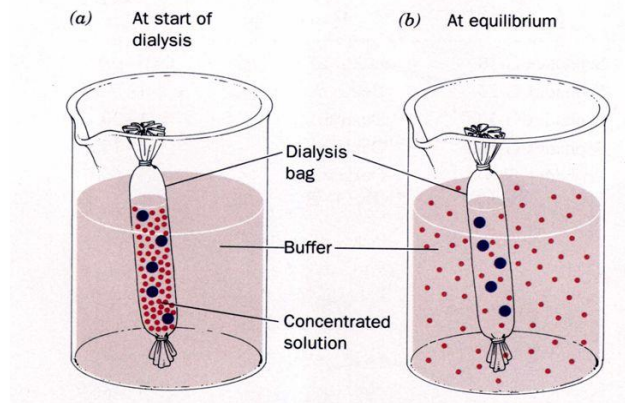

Figure 1
- Tout d'abord, les molécules diffusibles vont traverser la membrane selon le gradient de concentration. Il y aura donc un déplacement net des molécules du côté le plus concentré vers le côté le moins concentré. Chaque espèce chimique en solution subit individuellement ce processus. (Voir figure 1)
La distinction entre dialyse, ultrafiltration et osmose inverse, qui toutes les trois reposent sur l'utilisation d'une membrane et conduisent à la séparation des petites molécules d'avec les grosses molécules, peut être représentée par la figure 1.